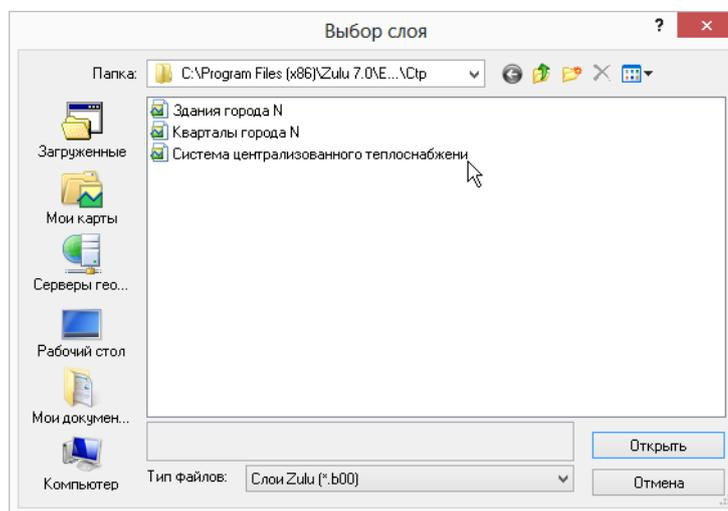

Рисунок 4.6. Диалог выбора слоя
- В открывшемся окне указать слой-источник, т.е. слой, из которого вы хотите импортировать символы и нажать кнопку Открыть. (см. Рисунок 4.6, «Диалог выбора слоя»)